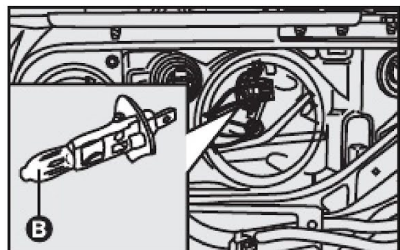

fig. 18
### FARÓIS ALTOS - fig. 18
- Extrair a lâmpada **B-fig. 18** e substituí-la;